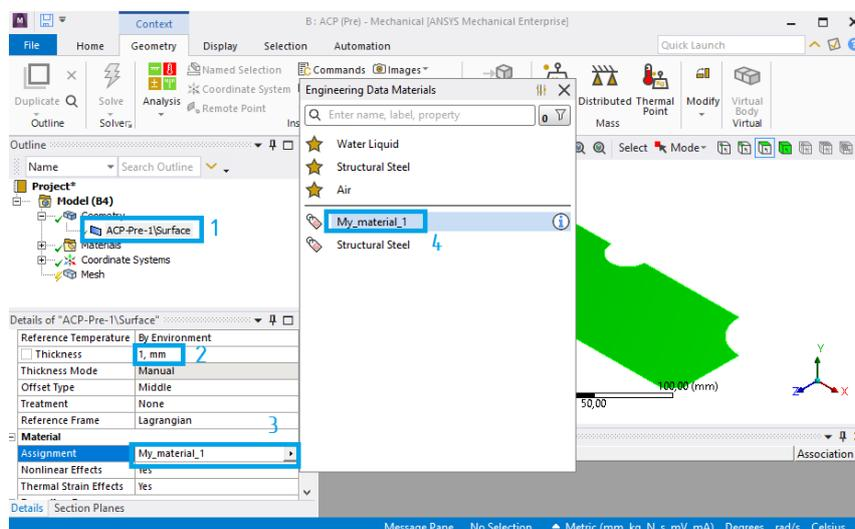

Рис. 19. Присвоение созданного материала
13. Выделяем *ACP-Pre-1\Surface*  (1) и в появившемся слева окне задаем толщину оболочки (2), равную 1 мм, и в строке выбора материала (3) выбираем созданный нами композитный материал (4) (рис. 19).